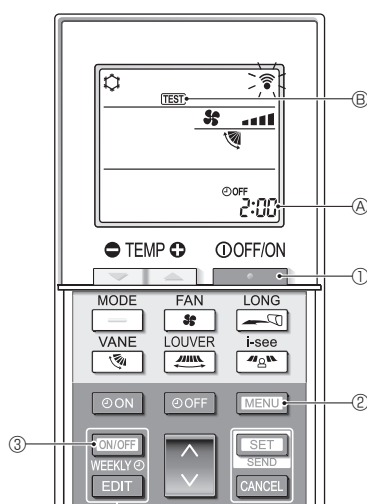

Fig. 7-5
7.2.2. Використання бездротового пульта дистанційного керування (Fig. 7-5)
- Натисніть кнопку [ON/OFF WEEKLY] ① для зупинки кондиціонера.
- Якщо ввімкнено тижневий таймер (увімкнено режим **WEEKLY**), натисніть кнопку [ON/OFF WEEKLY] ③, щоб його вимкнути (режим **WEEKLY** вимкнено).
- Натисніть і тримайте кнопку [MENU] ② протягом 5 секунд.
- Натисніть кнопку [MENU] ②.
- З'являється напис **TEST** ④, і блок переходить у режим тестового прогону.
- [ON/OFF WEEKLY] ③: перемикання між режимами охолодження й обігріву та запуск тестового прогону.
- [FAN] ④: перемикання швидкості вентилятора та запуск тестового прогону.
- [VANE] ⑤: перемикання напрямку потоку повітря та запуск тестового прогону.